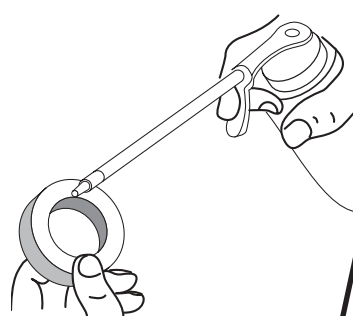

Fig. 37
4. Aplique suficiente aceite limpio SAE 30 para recubrir ligeramente el filtro (Fig. 37).